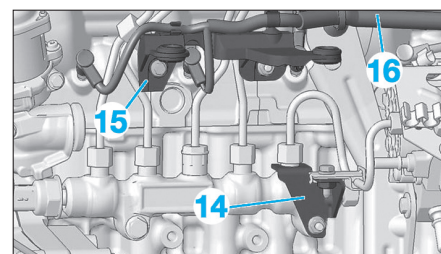

Fig. 38
- la patte de maintien (14) (Fig.38),
- le support de la boîte à air (15).
- Écarter le faisceau d'alimentation des bougies de préchauffage (16).